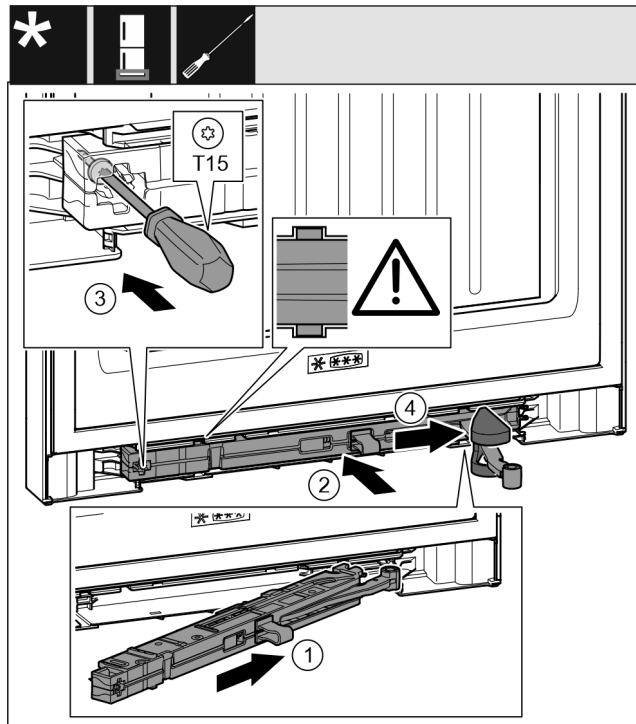

Fig. 68
- ▶ Inserire in diagonale l'unità dell'ammortizzatore di chiusura Fig. 68 (1) nel vano sul lato del blocco di supporto fino a battuta.
- ▶ Inserire completamente nel vano l'unità dell'ammortizzatore di chiusura Fig. 68 (2).
- ▶ Stringere la vite Fig. 68 (3) con un cacciavite.
- ▶ Spostare la copertura Fig. 68 (4) sul giunto.